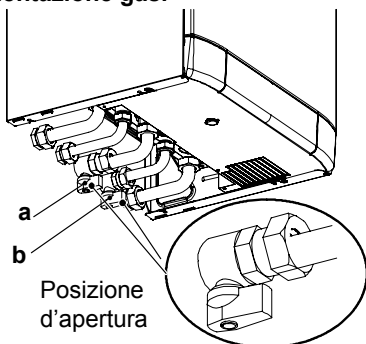

Figura 6.1 Apertura rubinetti
- 1 Aprire il rubinetto del contatore gas e quello della caldaia **a** in **Figura 6.1**
- 5 Aprire il rubinetto **b** in **Figura 6.1**